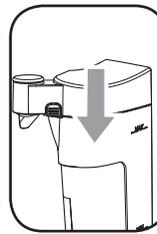

Рис.3
- 3- Закрыть графин крышкой и убедиться, что она правильно установлена на место (рис.3).